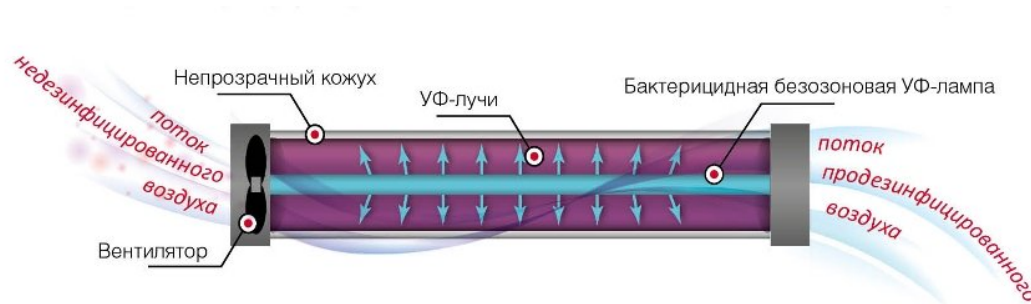

Рис.2 – Принцип работы рециркулятора
4.3 Устройство и принцип действия рециркулятора представлены на Рис.2.